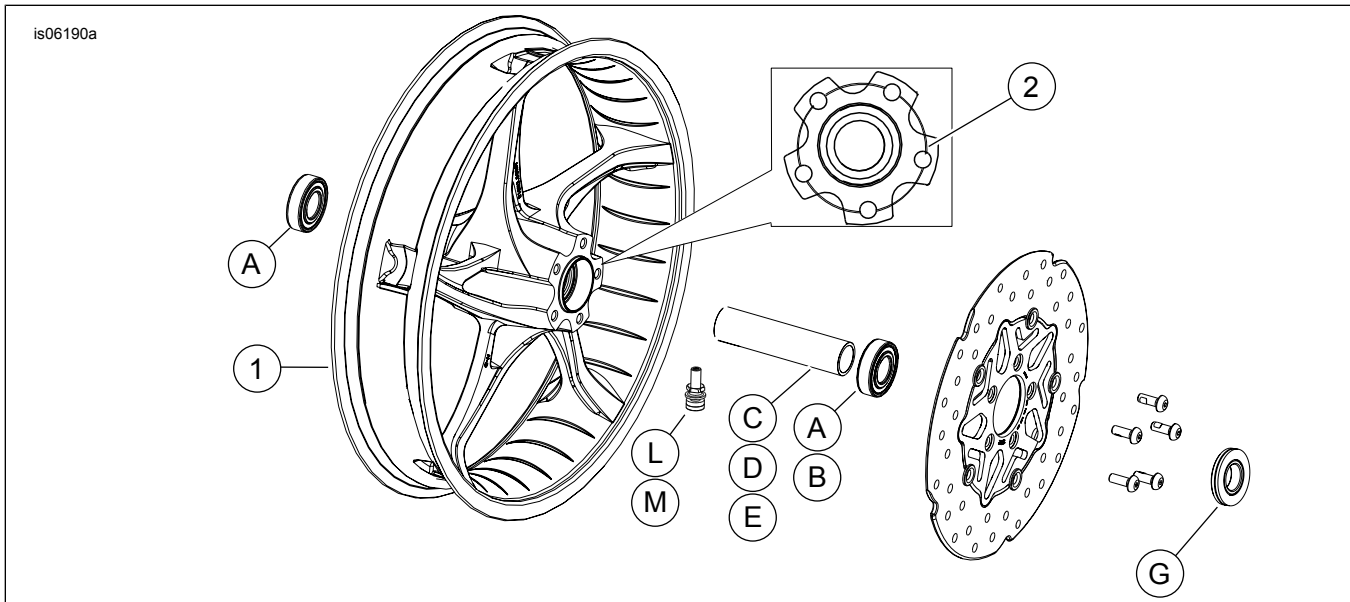

Figura 1. Parti di ricambio: Ruota anteriore Stinger
Vedere Figura 1 e Tabelle delle parti di ricambio.
2. Vedere Figura 1. Montare sulla ruota il gruppo dello stelo della valvola (L o M). Vedere il manuale di manutenzione.